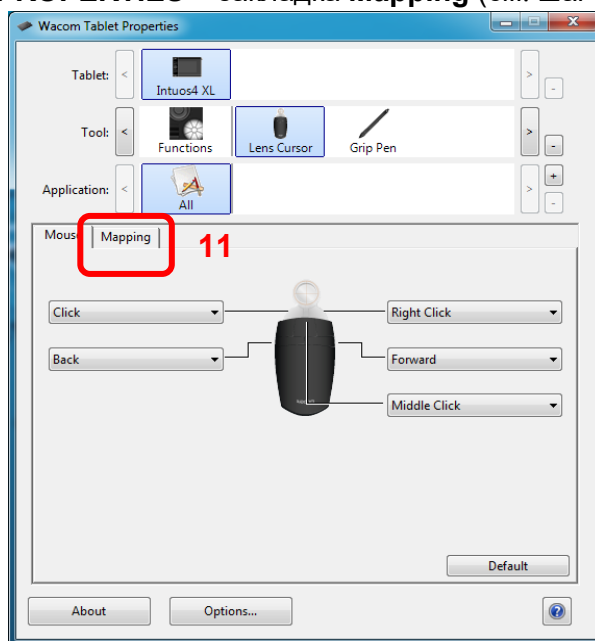

Рис. 55 Свойства Wacom tablet
2. После загрузки нажмите Windows кнопку **Старт** > **Все программы** > **WACOM TABLET** > **WACOM TABLET PROPERTIES** > закладка **Mapping** (см. шаг 11 на Рис. 55)